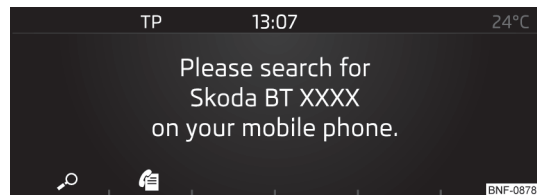

Abb. 109
- Ist mit dem Gerät **kein** Telefon verbunden, dann die Taste **PHONE** → 🔍 drücken » Abb. 109.
- Ist mit dem Gerät **kein** Telefon verbunden, dann die Taste **PHONE** → 📞 drücken » Abb. 109.